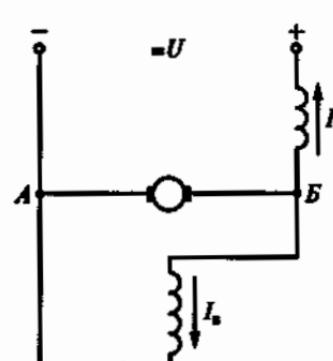

Рис. 239
10.20. Как направлены ЭДС E и ток якоря I_n в генераторе со смешанным возбуждением, схема которого приведена на рис. 239?